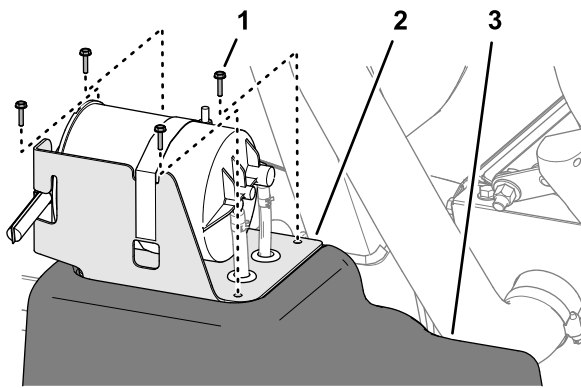

図 80
2. 燃料タンク部分で、カーボンキャニスタ用ブラケットを燃料タンク上部に固定しているねじ#10 x 3/4" 4本を外す 図 80。